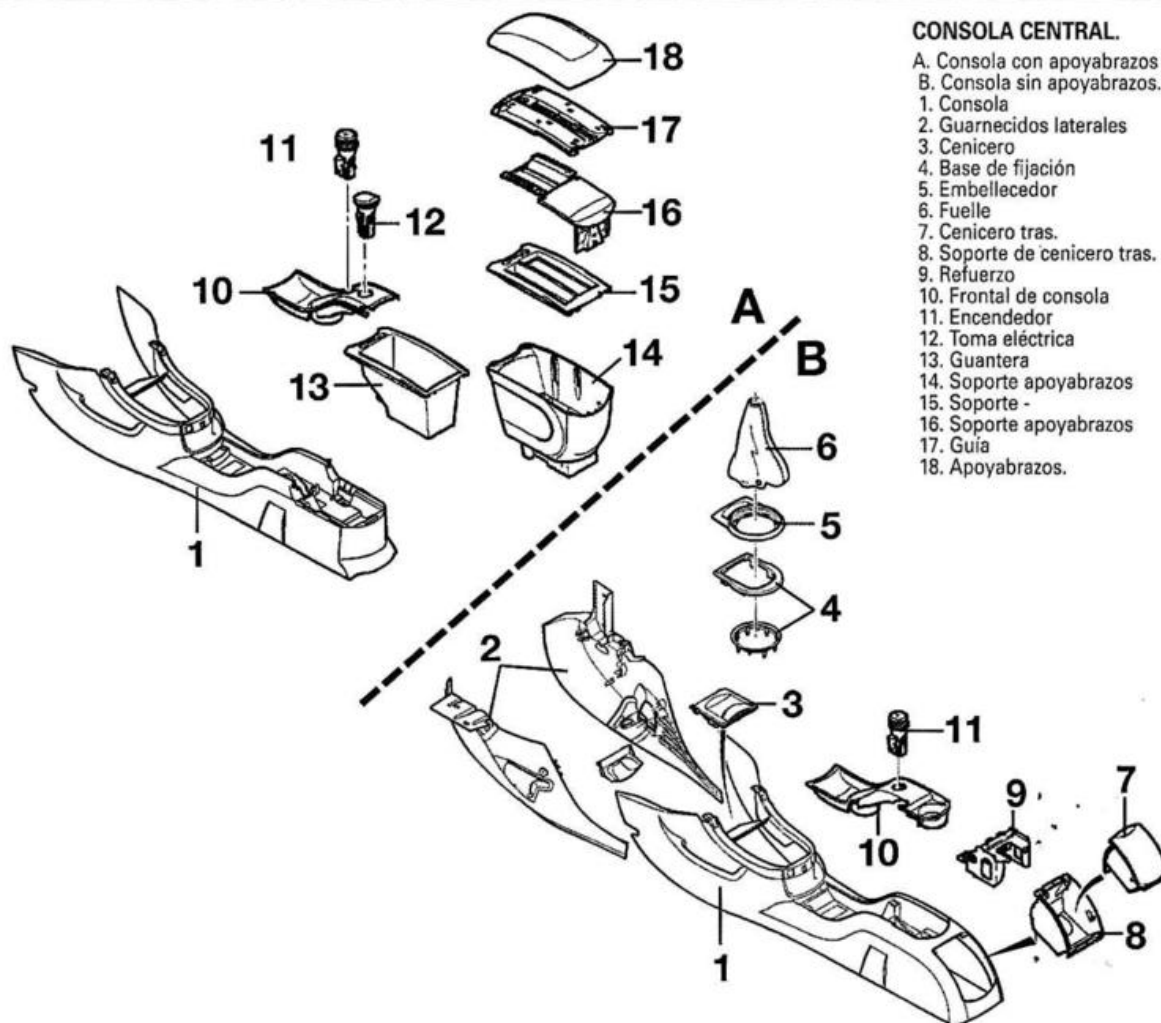

FIG. 25
- Introducir, en los taladros situados en el frontal de la radio, los 2 útiles de extracción (ó 4 ejes de diámetro apropiado). Esta introducción permitirá escamotear las grapas de retención y la extracción de la radio. Desconectar el conjunto de sus conexiones antes de extraerla completamente (fig. 25).